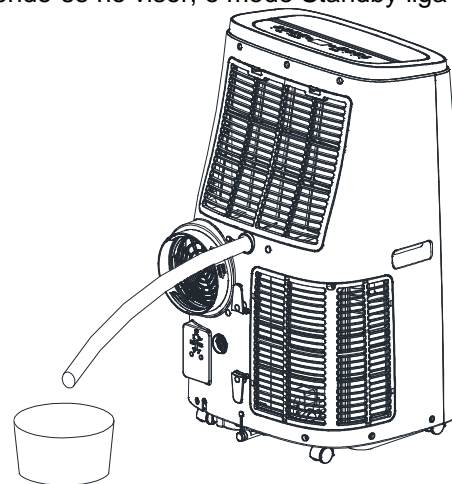

Fig. 5
- Drenagem contínua (somente no modo de desumidificação): Remova a tampa de borracha na parte inferior da unidade e conecte uma mangueira de drenagem à abertura. Deixe a água vaziar em um recipiente (fig.5).